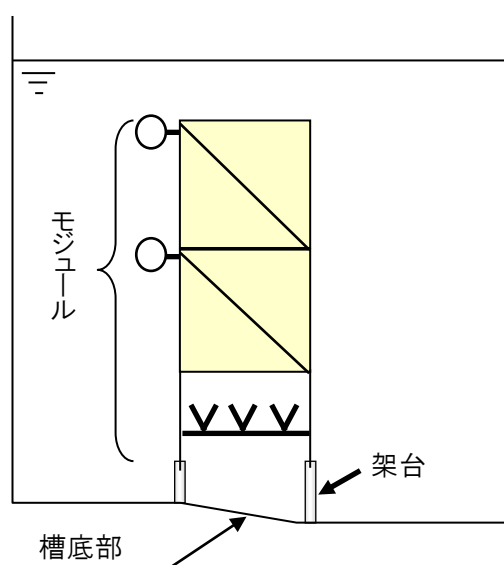

図.IV-7 架台を利用したの設置例 (側面図)
*既存の水槽に設置するなど、モジュール配置に関し難しい点がある場合には当社までお問い合わせ下さい。一例として、水平が出ていないところへ設置する場合には、図.IV-7 に示すようにレベル調整をする架台を利用して設置するなどの対応方法があります。